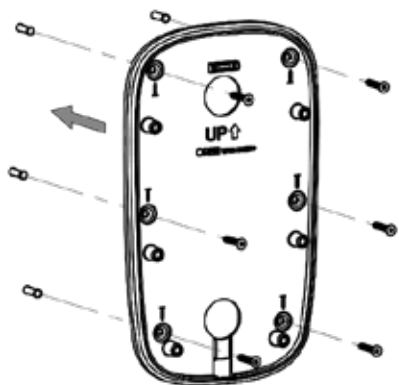

Fig. 1
- § Derefter monteres vægmonteringspladen **Fig. 1**